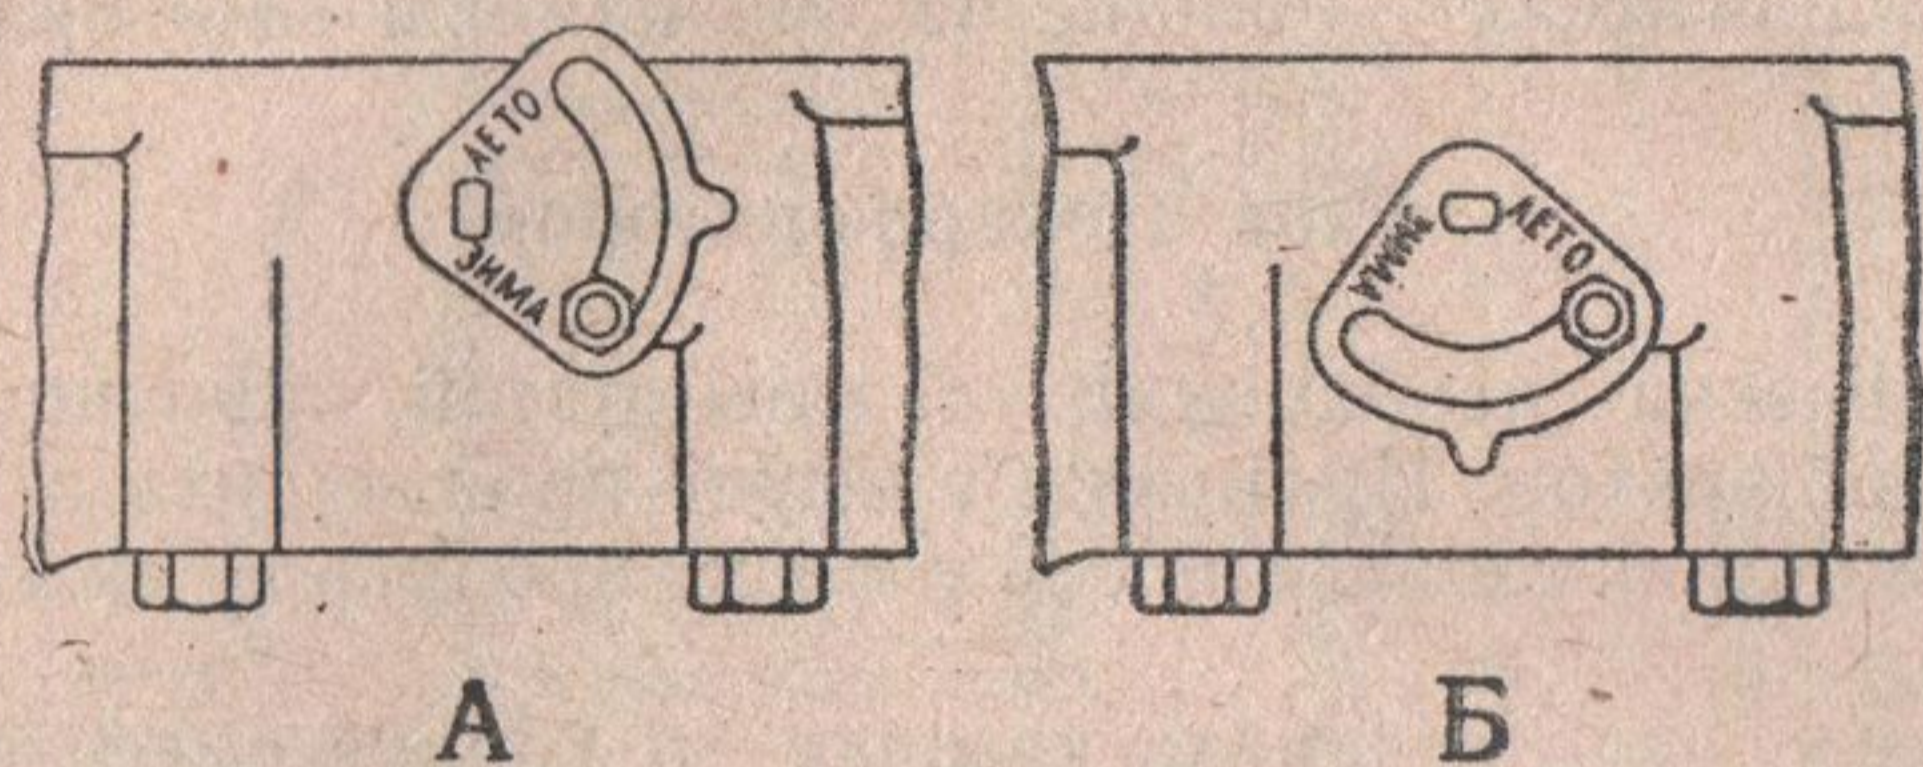

Рис. 13. Положение заслонки подогрева смеси при ручной регулировке: А—зимнее положение; Б—летнее положение.
**Подогрев смеси** осуществляется в центральной части всасывающей трубы у ее плоской стенки в месте соединения с выхлопной трубой. Степень подогрева смеси регулируется заслонкой. Положение заслонки подогрева смеси устанавливается от руки. При сезонном обслуживании надо повернуть и закрепить заслонку в положение, указываемое надписями ЛЕТО и ЗИМА (рис. 13). Соответствующая надпись должна располагаться рядом со шпилькой крепления заслонки.